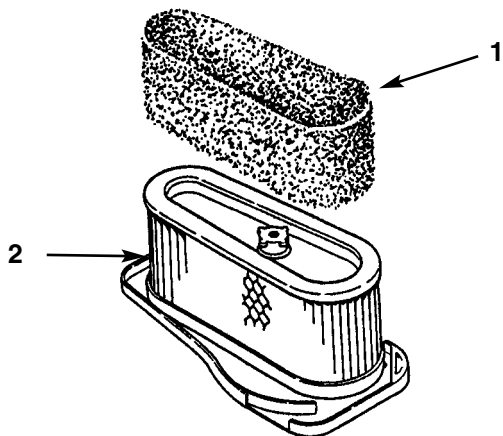

Fig. 28
4. Skyv skumelementet varsomt av papirelementet (fig. 28).
1. Skyv skumelementet forsiktig på papirelementet (fig. 28).